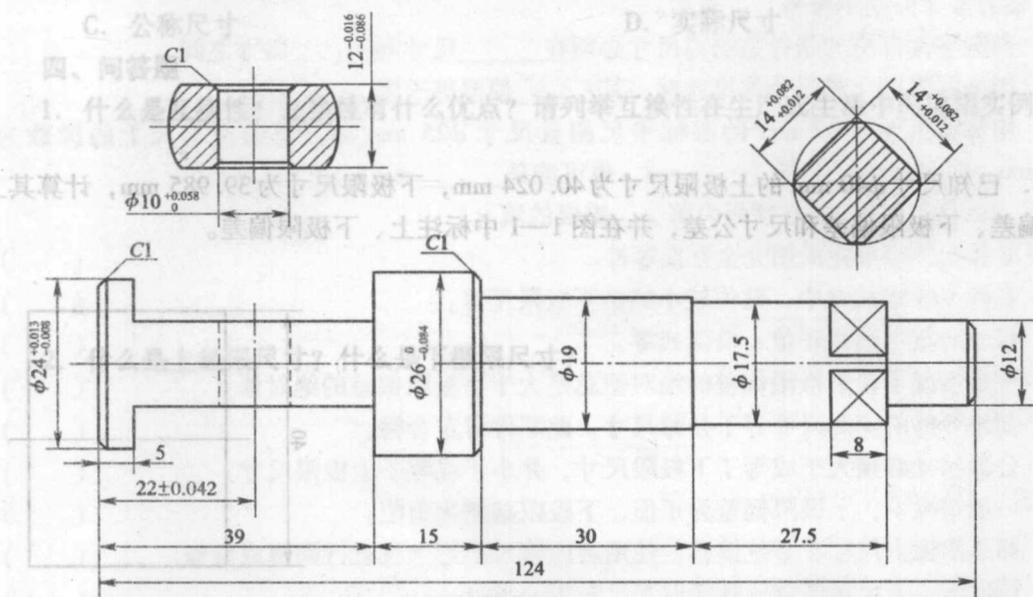

图 1—2 识读尺寸公差
1. 识读图 1—2 中标有极限偏差值的尺寸, 按下表内容填写有关数值。